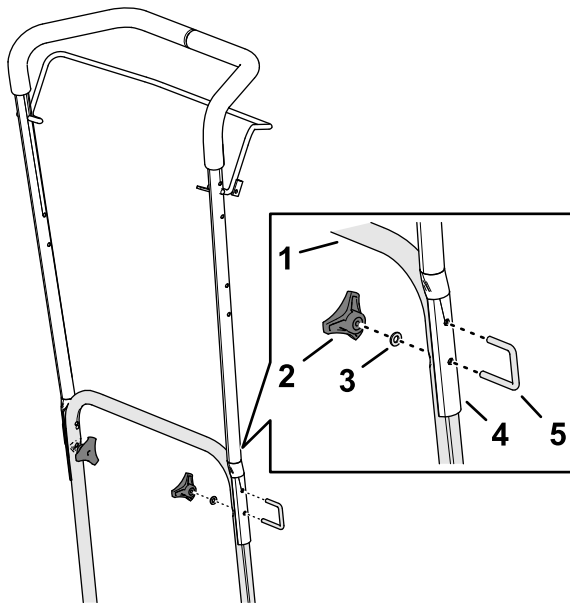

Рисунок 8
1. Зіставте отвори верхнього руків'я з отворами нижнього руків'я (Рисунок 8).